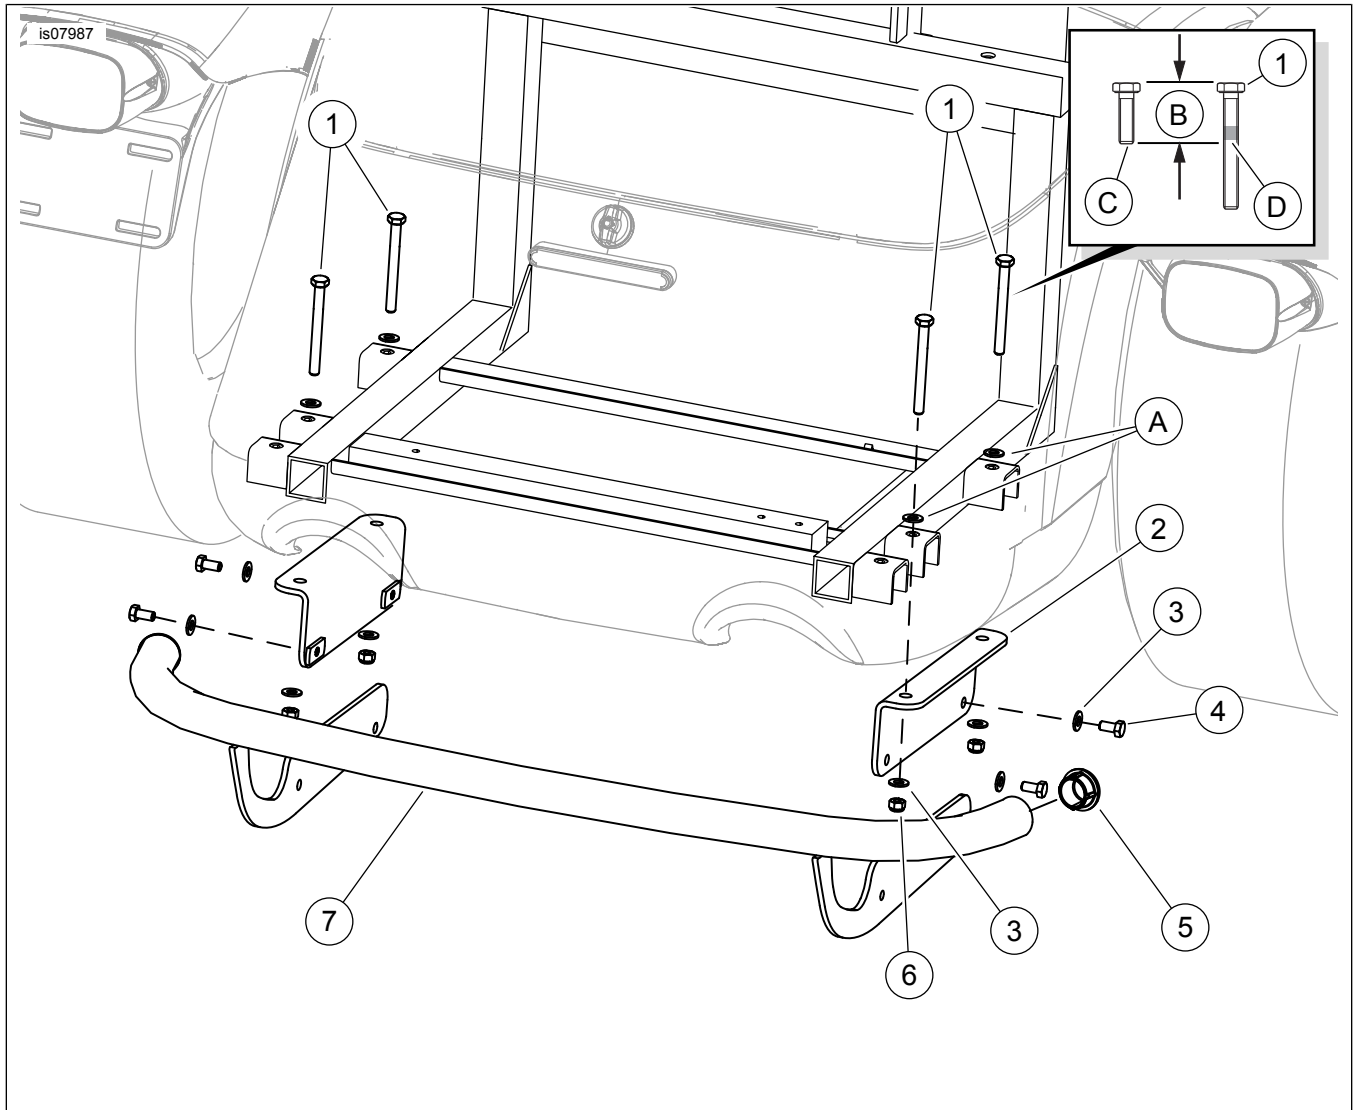

Abbildung 1. Inhalt des Satzes: Trike Heckschutz
1. Siehe Abbildung 1. Die vier Schrauben mit Unterlegscheiben (A) im Boden des Aufbewahrungskoffers ausfindig machen, mit denen der Koffer am hinteren Rahmen befestigt ist. Eine der Schrauben entfernen, aber die Unterlegscheibe an ihrem Platz lassen. Die Schraube für den nächsten Schritt aufbewahren, danach entsorgen.
2. Gewindesicherungsmittel auf die langen Schrauben (1) auftragen.
Die Befestigungshalterungen wie in Abbildung 1 gezeigt ausrichten.